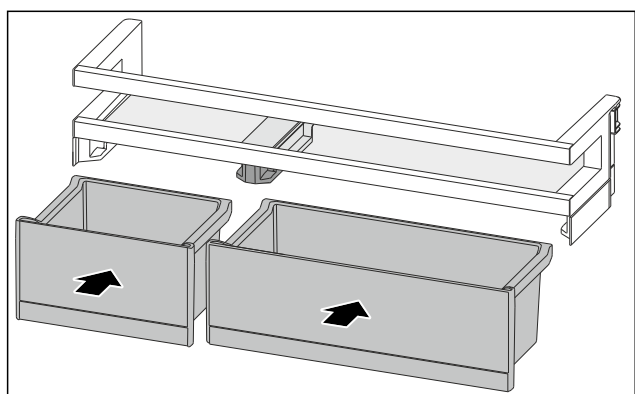

Fig. 129
- ▶ VarioBoxen in getauschter Anordnung einsetzen. (siehe Fig. 129)